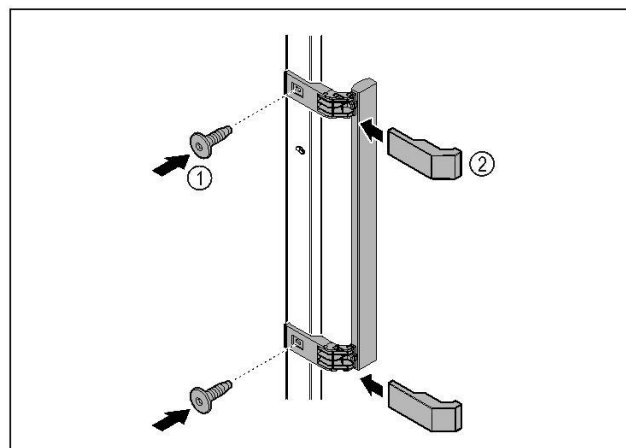

Fig. 7
- || Meegeleverde greep met de meegeleverde schroeven Fig. 7 (1) op de deur aanbrengen.
- || Afdekking Fig. 7 (2) plaatsen.